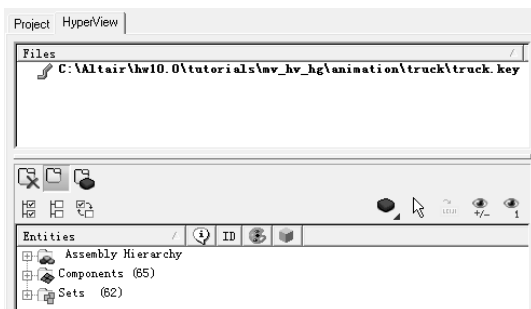

图 13-8 打开模型文件
(1) 单击 Model files view (📁) 按钮，在模型浏览区打开模型文件，如图 13-8 所示。